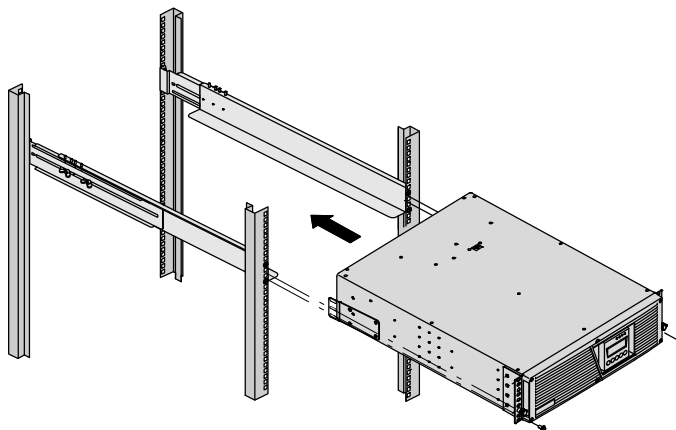

Рисунок 9. Установка шкафов
13. Прикрепите переднюю часть шкафа к стойке двумя винтами с круглой головкой М6 × 12 мм с каждой стороны (см. Рисунок 9).